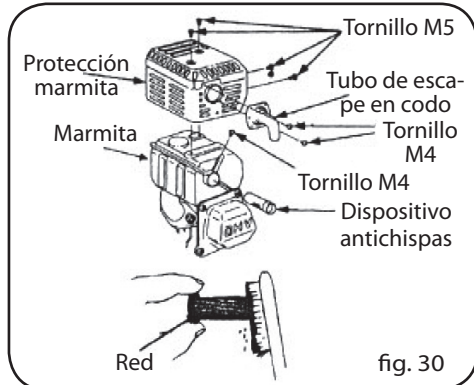

fig. 30
- Destornille las dos tuercas M4 y quite el tubo de escape en codo del cuerpo del motor (Fig. 30).